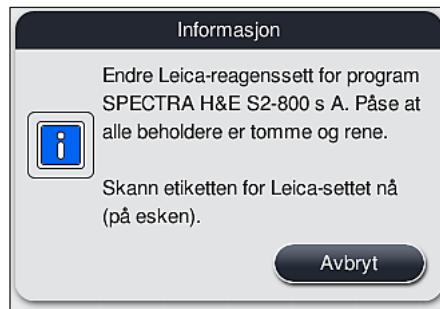

Fig. 57
1. Når du ser informasjonsmeldingen (→ "Fig. 57") på skjermen, holder du pakkeetiketten foran RFID-sensoren på fremsiden av instrumentet (→ "Fig. 58-1") for å skanne etiketten.
- Skanningen av Leica-reagenssettet kan bare avbrytes med **Avbryt**-knappen i informasjonsmeldingen som vises i (→ "Fig. 57"), før skanningen av pakkeetiketten begynner, uten at Leica-reagenssettet utløper.